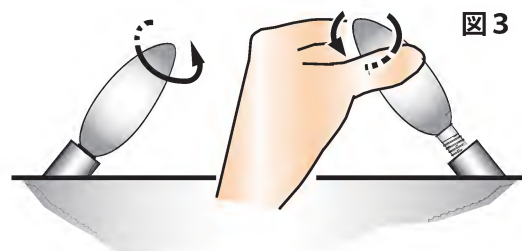

図3
- ④ 電源プラグをコンセントに接続し「メインスイッチ」を入れて、切れている電球を確認します。
- ⑤ 再び「メインスイッチ」を切り、電源プラグをコンセントから抜きます。
- ⑥ 切れている電球を新しいものに交換します。（図3）
電球を取り外す際は、図3のように電球を軽く持ち、時計と反対回りに電球を外します。本体背面から見て、右側の電球は奥に回し、左側の電球は手前に回します。